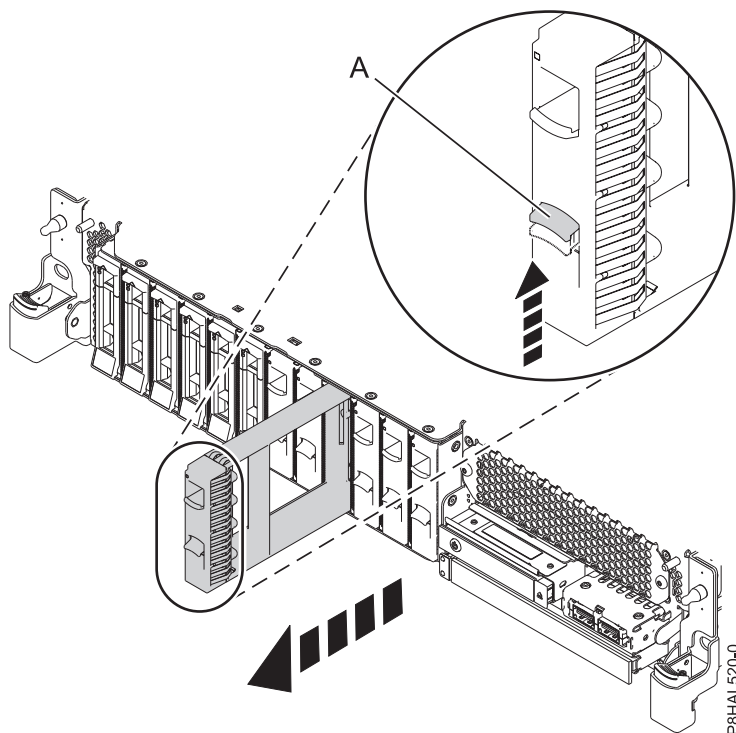

Figura 31. Extracció d'un panell de reblliment d'una unitat de disc d'un sistema de funció bàsica
- a. Empenyeu la peça de bloqueig (A) de la nansa del panell de reblliment en la direcció que es mostra a la Figura 31 a la pàgina 34.